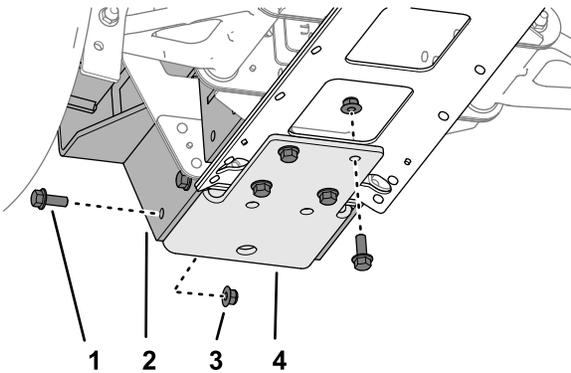

図 52
- 図52図に示すように、フランジボルト ($\frac{3}{8}$ x 1") 8本とフランジロックナット ($\frac{3}{8}$ ") 8個を使って、ボトムブラケット、ボールピッカーマウント、およびセンターチャンネルプレートを仮止めする。
3. マシンからフランジボルト (3/8 x 1")8本、フランジロックナット (3/8")8個、およびボトムブラケットとボールピッカーマウントを取り外す (図 52)。